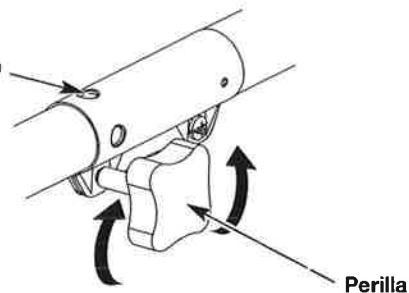
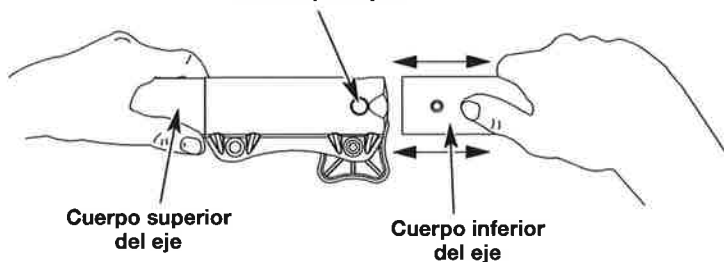

Fig. 2
Fig. 4
1. Para aflojar, gire la perilla en sentido contrario a las agujas del reloj (Fig. 2).
2. Mientras sostiene el accesorio con firmeza, empuje en línea recta hacia dentro del acoplador Convertible™ hasta que el botón de desconexión encaje firmemente en el agujero principal (Fig. 4).
3. Para apretar, gire la perilla en el sentido de las agujas del reloj (Fig. 2).
PRECAUCIÓN: Antes de operar esta unidad, cerciórese de que el botón de liberación esté completamente encajado en el orificio principal (Fig. 4) y de que la perilla (Fig. 2) esté bien apretada.
Para hacer cortes (orillados) decorativos con el accesorio de corte del cabezal de línea, trabe el botón de desconexión del accesorio en el interior del orificio de 90° (Fig. 2).
3. A la vez que sujeta firmemente la caja del eje superior, saque el accesorio del acoplador Convertible™ (Fig. 4).